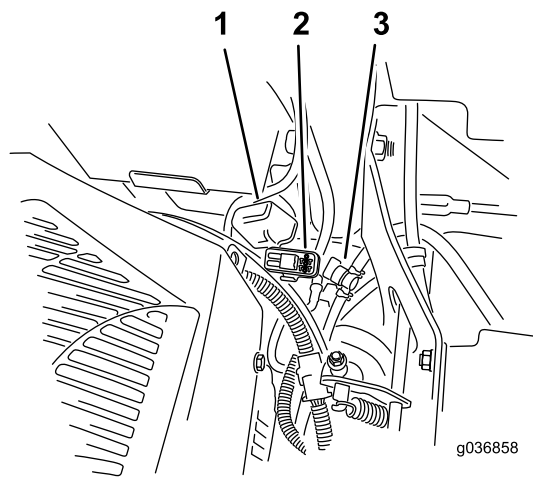

Figure 70
Remarque: Pour les tondeuses MyRide, assurez-vous que le câble de masse ne frotte pas contre le bras tiré ou le support inférieur de l'amortisseur (Figure 70).
Les fusibles sont situés sur la console droite, près du siège (Figure 70).
2. Remplacez le fusible (Figure 70).